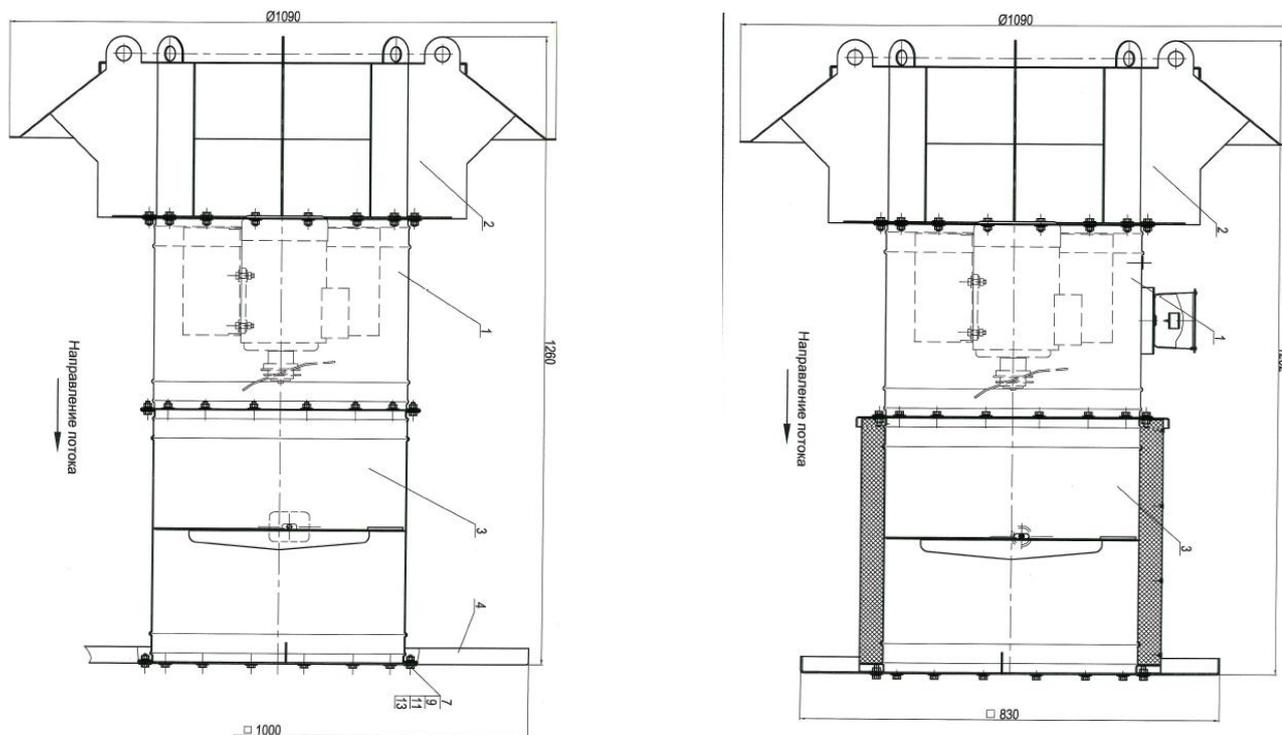

Рис.1. Габаритно присоединительные размеры ВКОПв 13-284
1.1.1. Устройство вентиляторов, габаритные, присоединительные и установочные размеры вентиляторов указаны на рис. 1 и в табл. 1.